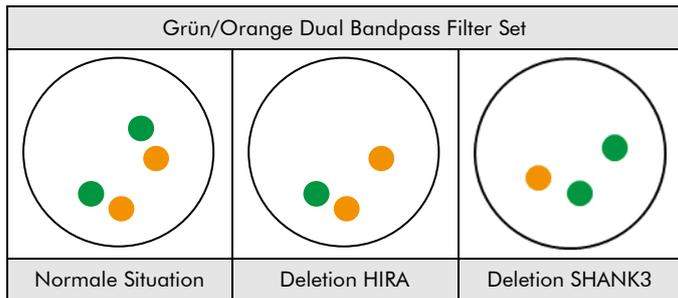

Abb. 2: Zu erwartende Ergebnisse in normalen und aberranten Zellkernen
**Normale Situation:** In Interphasen von normalen Zellen oder Zellen ohne eine Deletion der entsprechenden Genregionen erscheinen zwei grüne und zwei orange Signale (siehe Abb. 2).
**Aberrante Situation:** In einer Zelle mit Deletion, die die HIRA-Genregion betrifft, kann eine reduzierte Anzahl grüner Signale beobachtet werden. Deletionen, welche nur Teile der HIRA-Genregion betreffen, können zu einem normalen Signalmuster mit grünen Signalen reduzierter Größe führen. In einer Zelle mit Deletion, die die SHANK3-Genregion betrifft, kann eine reduzierte Anzahl oranger Signale beobachtet werden. Deletionen, welche nur Teile der SHANK3-Genregion betreffen, können zu einem normalen Signalmuster mit orangenen Signalen reduzierter Größe führen. (siehe Abb. 2).